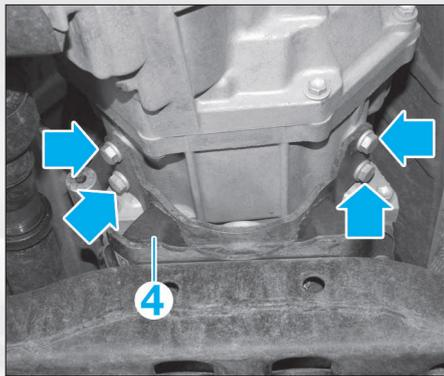

FIG. 10
• Déposer le silentbloc (4) de support arrière de la boîte de vitesses (**fig. 10**).